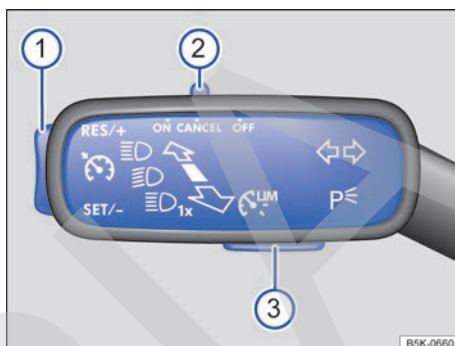

Fig. 122 En el lado izquierdo de la columna de dirección: mando y teclas para manejar el GRA.
- Desplace el mando → fig. 122 ② a la posición **ON**.